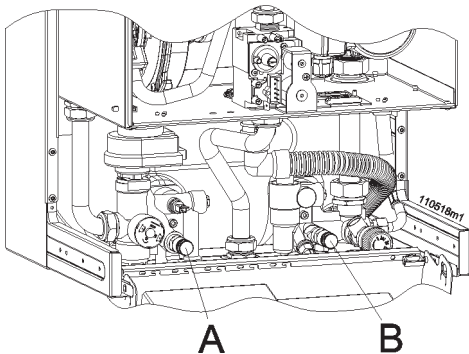

Рисунок 50 - Кран слива воды из системы отопления
- установить на сливной кран "А" и "В" (см.рис. 50) гибкий шланг и направить в место слива (раковина и т.п.)